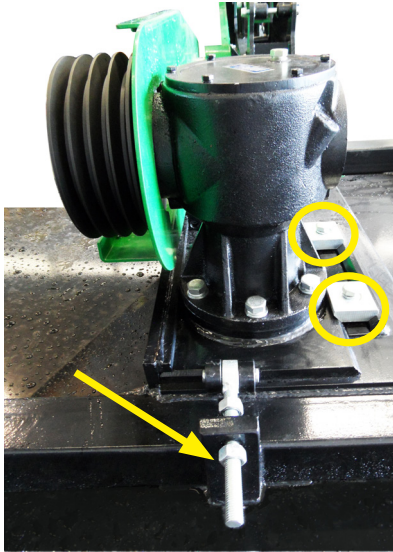

bild 4
3. Remspänning vid vinkelväxel: Lossa fästbultar och justera justermutter (bild 4). VIKTIGT! Vid justering av remspänning förflyttas kedjehållaren (bild5) det är därför viktigt att kedjelänkar alltid kontrolleras så att de inte tar i någonstans.